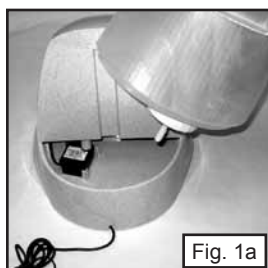

Fig. 1a
- 4) Lyft upp behållaren och kontrollera att intagsslangen är korrekt införd i motorn. (Fig. 1a & 1b)